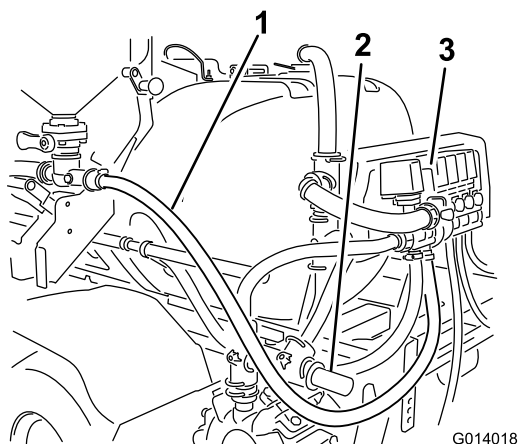

Figura 26
2. Dirigete all'indietro l'estremità aperta del flessibile di alimentazione oltre la pompa e ritornate verso il gruppo valvole sotto la valvola di sfogo (Figura 26).
3. Rimanendo sotto il flessibile dell'agitatore ma sopra l'attacco sinistro della barra centrale, dirigete il flessibile verso l'alto sino al gruppo valvole del nebulizzatore (Figura 26).